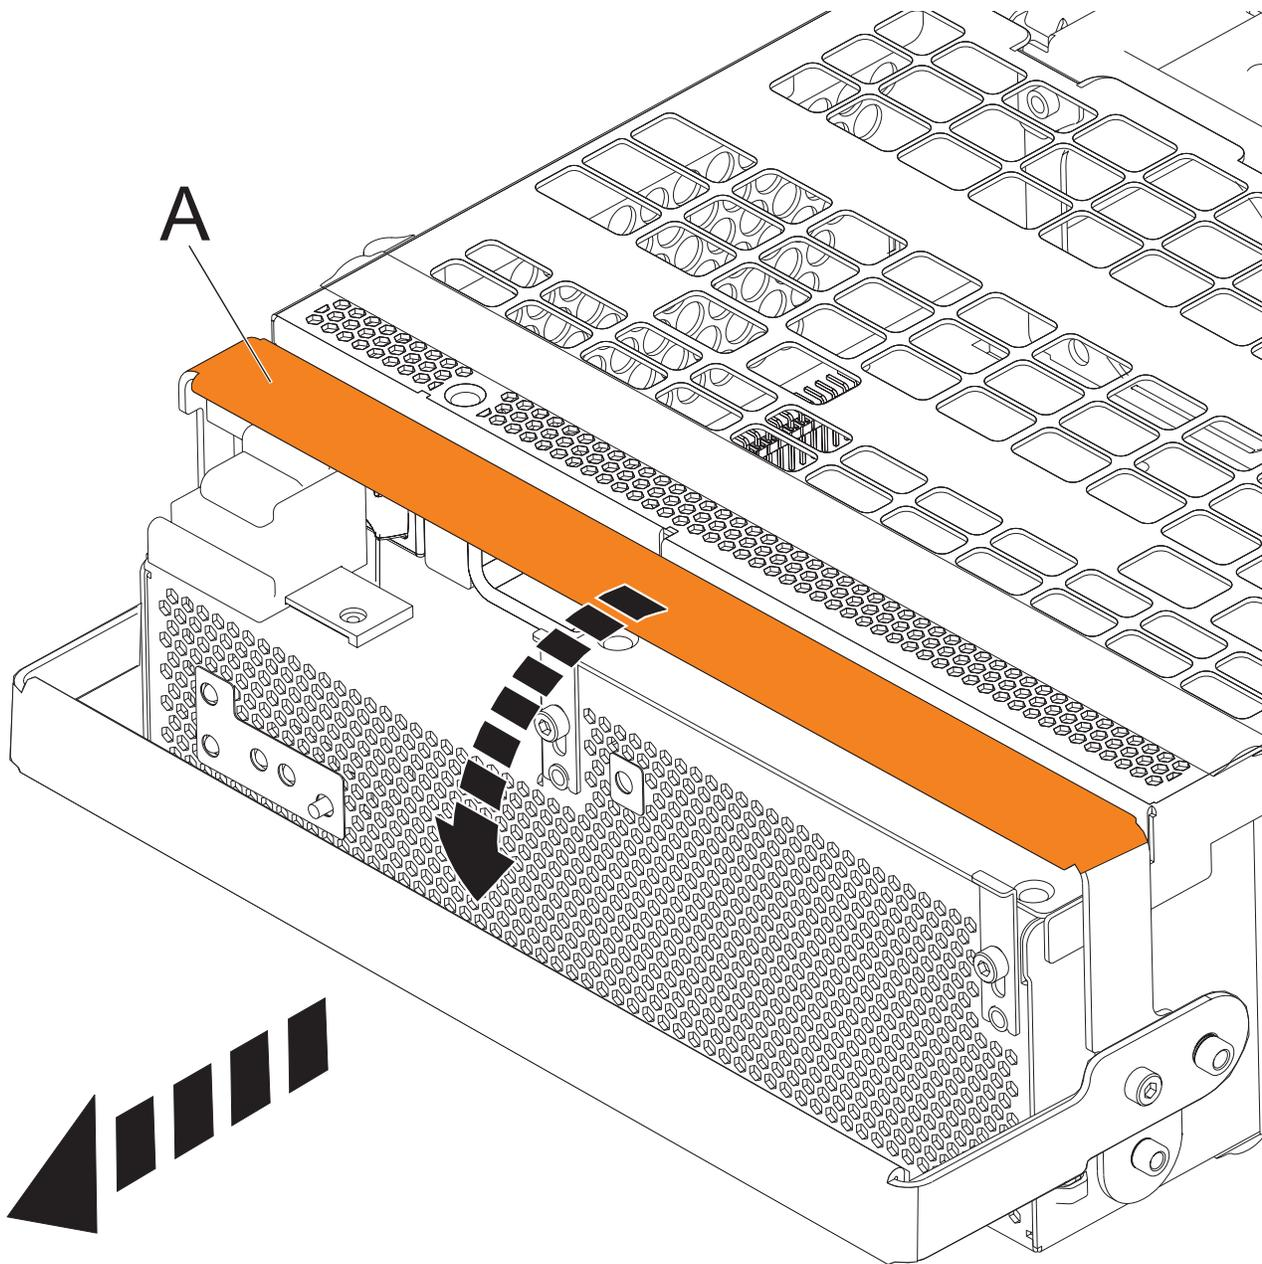

Figura 96. Extracción de los conjuntos de convertidor fuera de línea (OCA)
- a. Tire del asa del OCA (A) completamente hacia abajo hacia la dirección que se muestra, para sacar el OCA de su sitio. Consulte Figura 96 en la página 138.